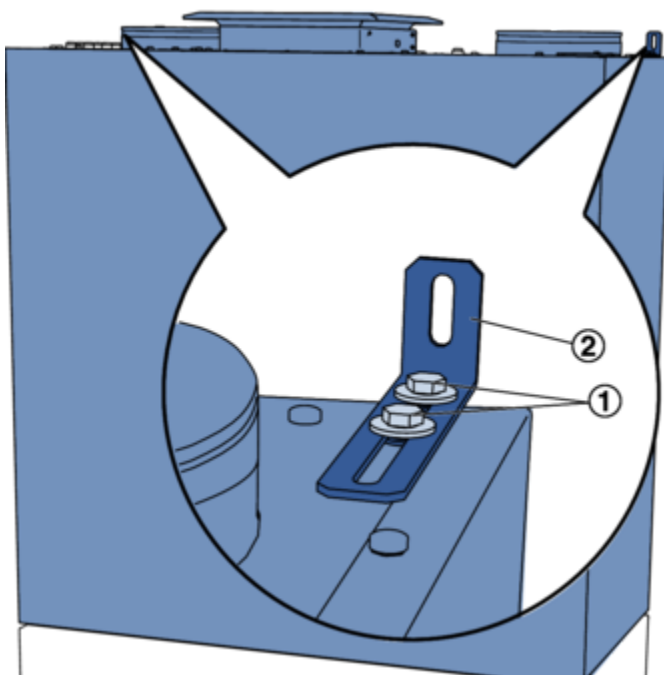

Abb. 19: Befestigungswinkel (Darstellung mit 20 mm Wandabstand)
- 15 ▶ Das Gerät an den zwei Winkeln (Abb. 19 /2) an der Wand befestigen. Den Wandabstand durch Lösen der beiden Schrauben (Abb. 19 /1) einstellen. Die beiden Winkel mit geeignetem Befestigungsmaterial 8 mm an der Wand befestigen. Schrauben (Abb. 19 /1) nach dem Befestigen anziehen